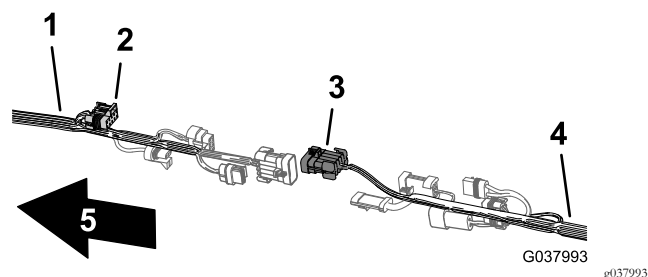

Figura 106
2. Ligue o conector de 10 tomadas da cablagem dianteira para a interligação da cablagem do pulverizador no conector de 10 pinos da interligação da cablagem traseira para a cablagem do pulverizador (Figura 106).